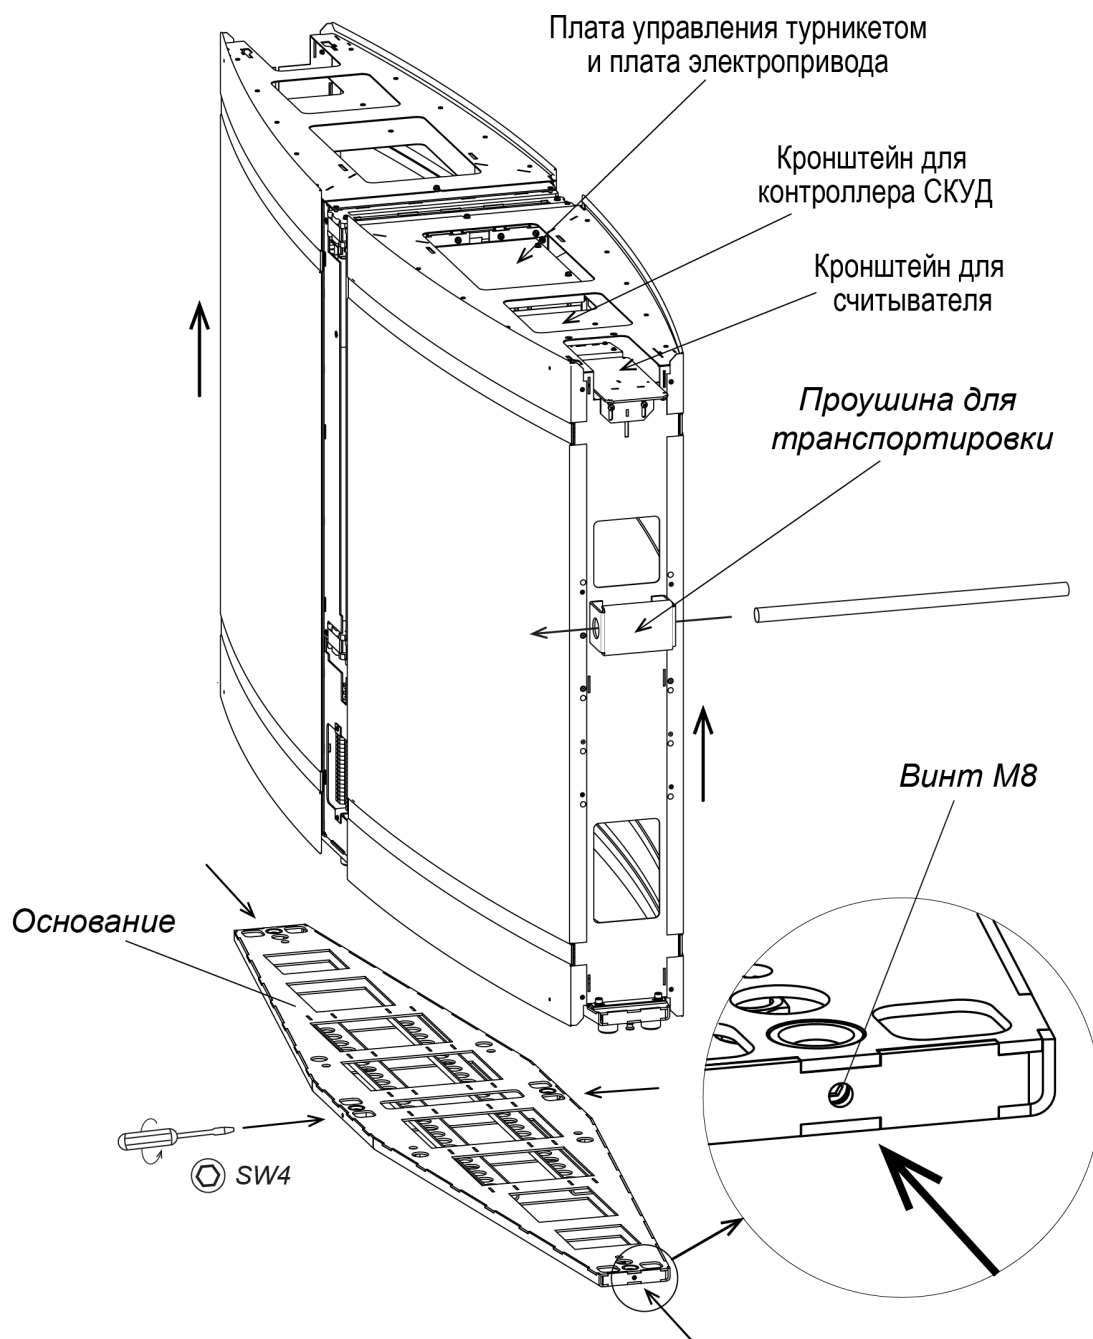

Рисунок 20. Демонтаж секции с основания
18. При необходимости произведите монтаж считывателей карт доступа и контроллера СКУД – считыватели устанавливаются на предусмотренные для этого кронштейны, расположенные внутри секций под верхними блоками индикации крышек или непосредственно на блоках индикации снизу (**PERCo-MR07 OEM**); контроллер СКУД устанавливается на самоклеящихся фиксаторах из комплекта поставки в проеме корпуса секции сверху под крышкой турникета (см. рис. 20).
1. Ключом шестигранным SW4 выверните до упора четыре винта M8 (см. рис. 20).
Плата электропривода створки располагается под стеклянной крышкой турникета с правой стороны от створки в проеме корпуса секции, см. рис. 20 (для стороны *Master* совместно с платой управления).